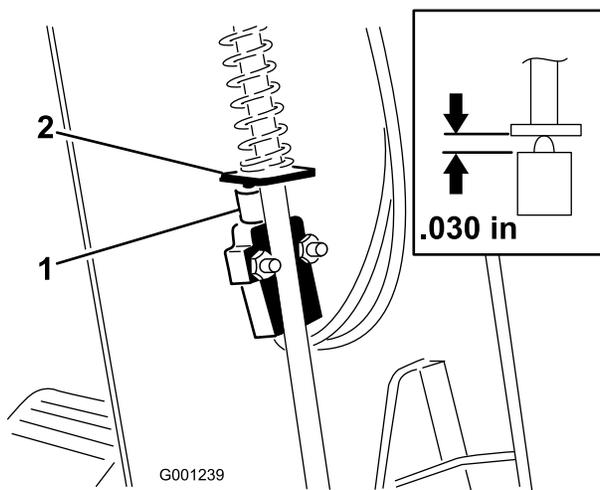

Figura 62
3. Mueva la cubierta por la columna de dirección para tener acceso al interruptor del FRENO DE ESTACIONAMIENTO (Figura 62).
5. Alinee el tope de la varilla del freno de estacionamiento con el émbolo del interruptor (Figura 62)
6. Presione hacia abajo la varilla del freno de estacionamiento y empuje hacia arriba el interruptor hasta que la longitud comprimida del émbolo del interruptor sea de 0,76 mm (Figura 62, detalle).